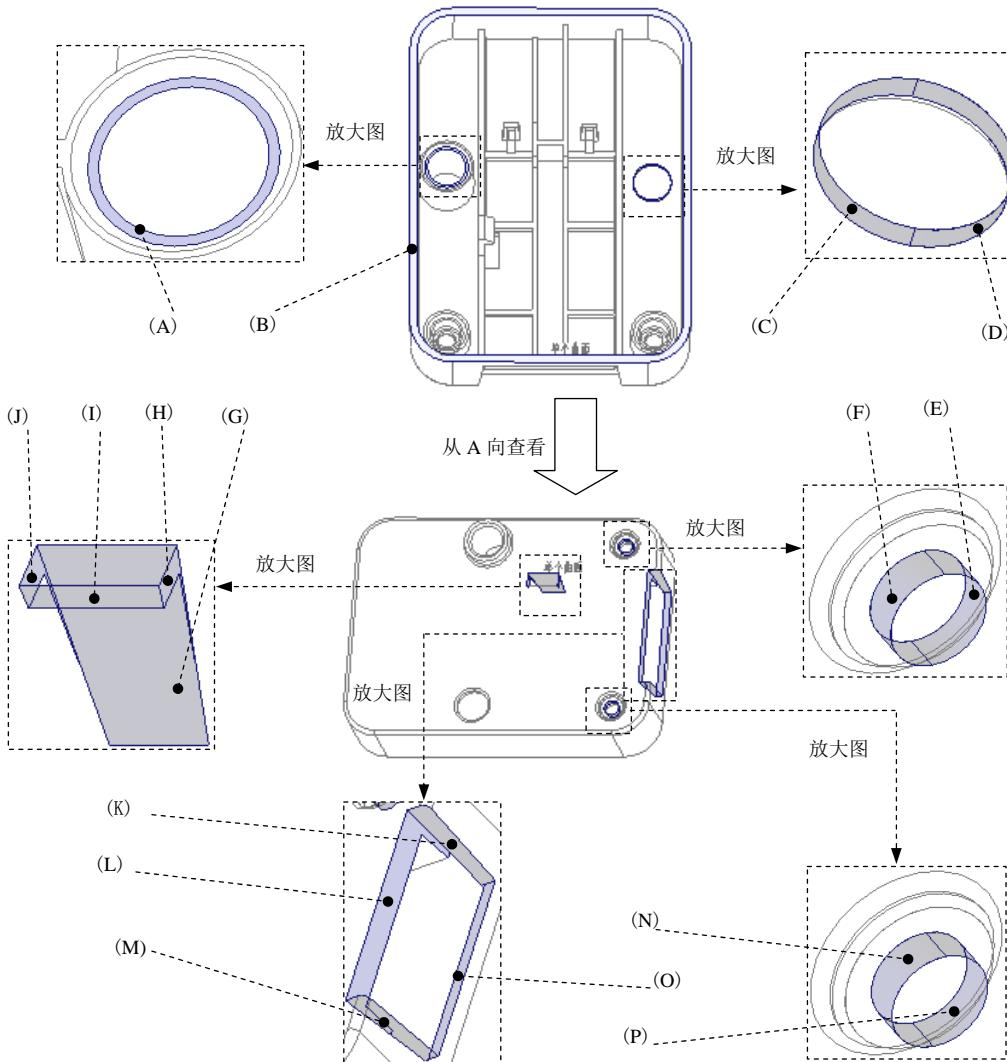

图 20.7 定义边界面
(3) 然后选取“边界面”(boundary surface), 操作方法如下。
① 选择 视图 功能选项卡 **模型显示** ▾ 区域中的“显示样式”按钮^{显示样}，按下 **消隐** 按钮，将模型的显示状态切换到实线线框显示方式。
② 按住 Shift 键，选取图 20.7 中的 housing 的 A~P 为边界面，此时图中所示的边界曲面会加亮。
注意：对一些曲面的选取，需要把模型放大后才方便选中所需要的曲面。选取曲面时需要有耐心，逐一选取图 20.7 所示的加亮曲面，在选取过程中要一直按住 Shift 键，直到选取结束。